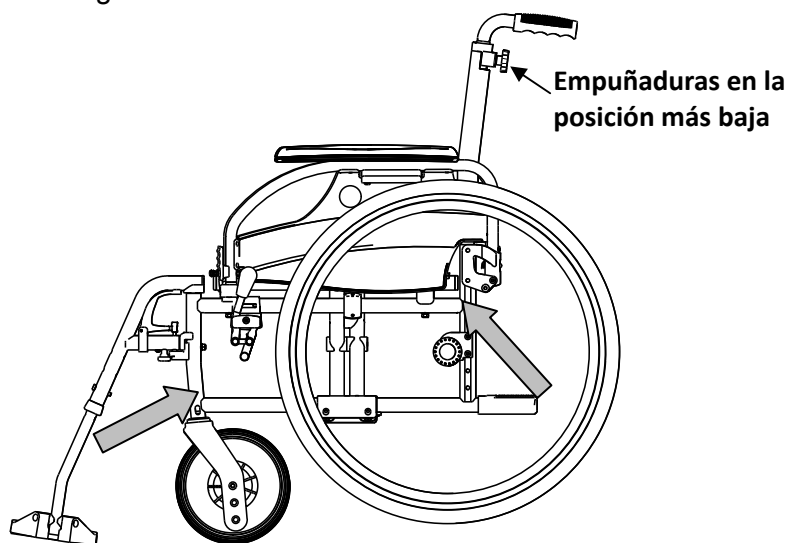

Figura 3
7. Monte las correas de sujeción frontal de acuerdo a las instrucciones del fabricante del sistema de la correa en el lugar indicado. (Figura 3)
10. Monte las correas de sujeción traseras de acuerdo con las instrucciones del fabricante del sistema de correas en el lugar indicado. (Figura 3)